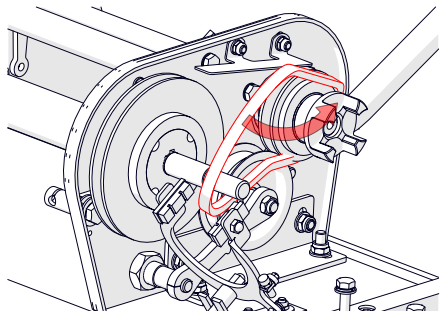

Abb. 15F – Antriebsriemen ersetzen.
7. Die Riemen entfernen und (bei Bedarf) ersetzen (Abb. 15F).